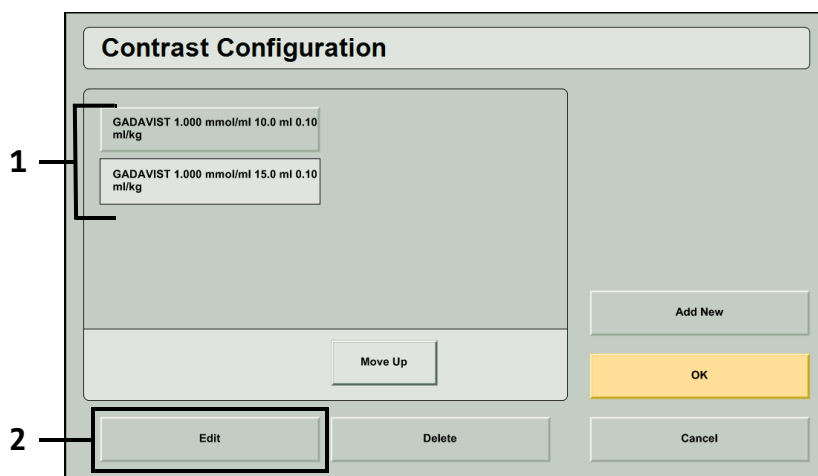

Figura 2 - 2: Selección de un tipo de contraste para editarlo
3. Edite la información de cada uno de los siguientes elementos seleccionando una pestaña a la izquierda de la pantalla e introduciendo los parámetros correspondientes (véase la figura 2 - 3):
- ◆ Contrast Name (Nombre del contraste): seleccione el nombre de un contraste de la lista (3) o añada uno nuevo seleccionando **Add New (Añadir nuevo)** (4) e introduciendo el nombre del contraste a través de la ventana del teclado que aparece en pantalla. Seleccione **Enter (Entrar)** para guardar el nombre del nuevo contraste en la lista. Seleccione el nombre del contraste de la lista.
- ◆ Concentration (Concentración): seleccione un valor de concentración de la lista (3) o añada uno nuevo seleccionando **Add New (Añadir nuevo)** (4) e introduciendo la concentración (5). Seleccione **Enter (Entrar)** (6) para guardar la nueva concentración en la lista. Seleccione la concentración de la lista.
- ◆ Vial Size (Tamaño del vial): seleccione un tamaño de vial de la lista (3) o añada uno nuevo seleccionando **Add New (Añadir nuevo)** (4) e introduciendo el tamaño del vial (5). Seleccione **Enter (Entrar)** (6) para guardar el nuevo tamaño de vial en la lista. Seleccione el tamaño del vial de la lista.
- ◆ Dosage (Dosis): seleccione un valor de dosis de la lista (3) o añada uno nuevo seleccionando **Add New (Añadir nuevo)** (4) e introduciendo la dosis (5). Seleccione **Enter (Entrar)** (6) para guardar la nueva dosis en la lista. Seleccione la dosis de la lista.
4. Una vez seleccionado el nombre del contraste, el valor de concentración, el tamaño del vial y la dosis seleccione **Save (Guardar)** (7) para guardar el tipo de contraste. Seleccione **Yes (Sí)** en la ventana del mensaje para confirmar.